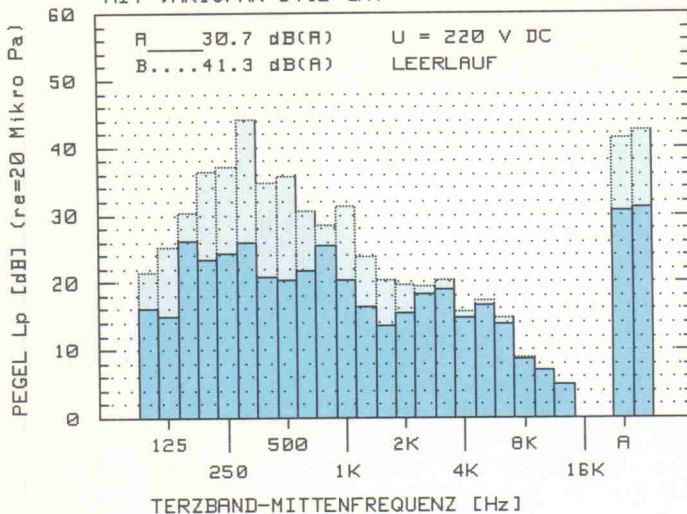

Bild 4. Geräuschspektrum des NCR-PC-386 SX für normale und erhöhte Temperatur.
Bild 4 zeigt am Beispiel eines NCR-PC-386 SX mit serienmäßig eingebautem Variofan-Lüfter das Schalldruckspektrum des Computers in User-Nähe. Die durchgezeichnete Kurve gilt für eine Umgebungstemperatur des NTCs von circa 20 °C, die gestrichelte für circa 40 °C. Bei hoher Temperatur liegt der Geräuschpegel um etwa 10 dB(A) oberhalb des Grundgeräusches des Rechners, das mit gut 30 dB(A) kaum störend wirkt.